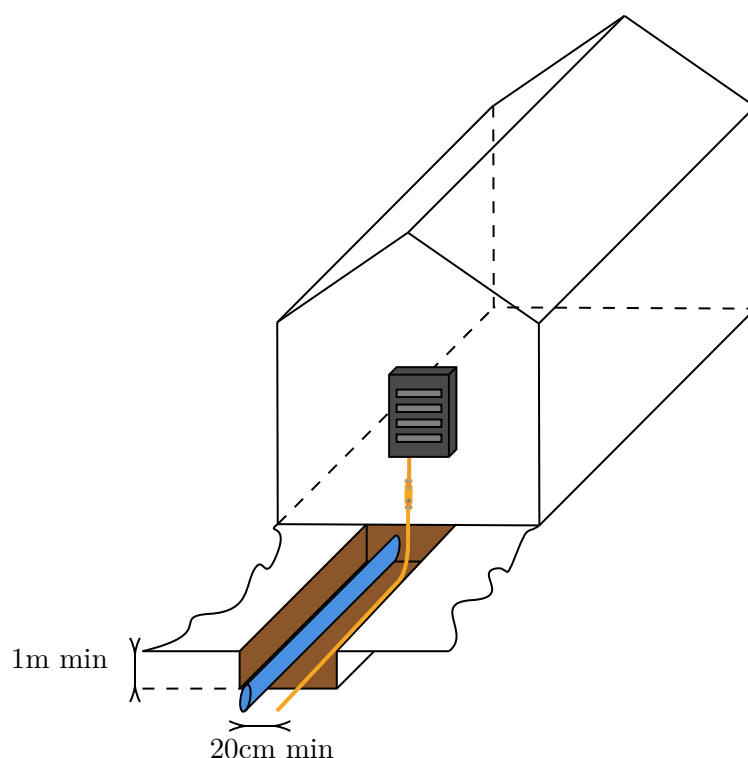

FIG. 1.11 – Câble en tranchée
**Câble en tranchée** Si la mise en œuvre de la boucle à fond de fouille n'est pas possible (bâtiment existant par exemple), on peut réaliser la mise à la terre de l'installation électrique par l'installation d'un câble en tranchée en respectant les règles de pose explicité dans le schéma figure 1.11.